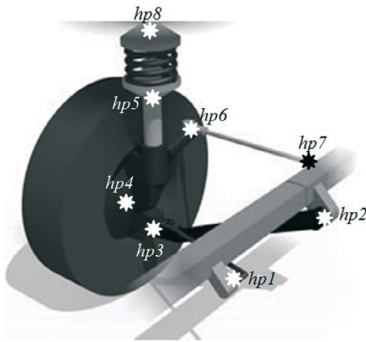
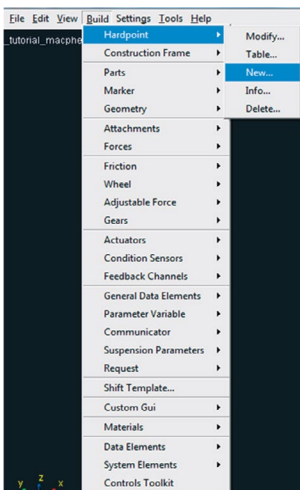

Figura 4.10 – Esquema dos *Hardpoints* a serem construídos.
Figura 4.11 – Criação de *Hardpoints*.
O primeiro passo para a construção da geometria da suspensão é a criação dos *Hardpoints*. Dessa maneira, o modelo se torna parametrizado, facilitando, portanto, a realização de alterações geométricas, evitando assim o desenvolvimento de um novo projeto. Na Figura 4.10 é mostrado um esquema dos *Hardpoints* a serem definidos e sua respectiva representação em uma suspensão *Macpherson*.
- Para criação dos *Hardpoints* ilustrados na Figura 4.10 acesse o menu *Build*, clique em *Hardpoints* e, em seguida, clique em *New* (Figura 4.11).